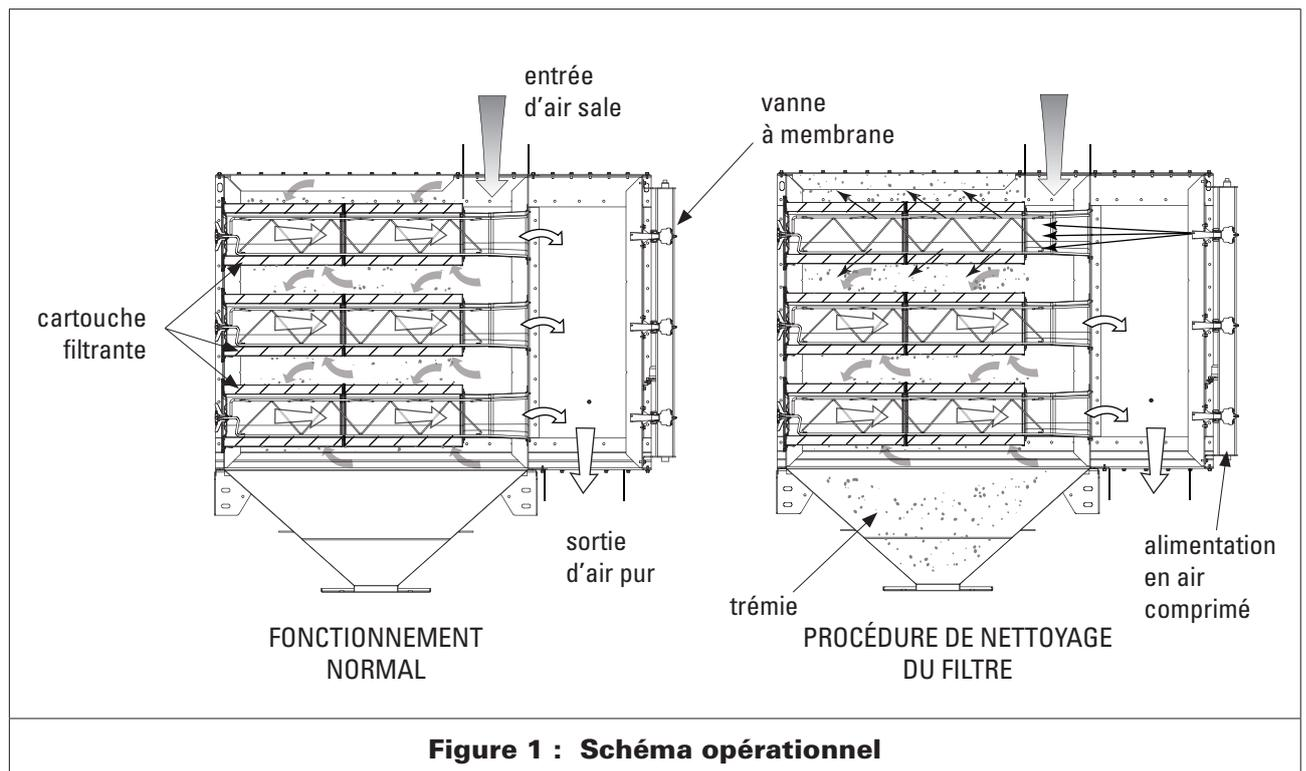

Figure 1 : Schéma opérationnel
- du vidage de l'évacuation de la poussière (voir Figure 1, page 8) ;